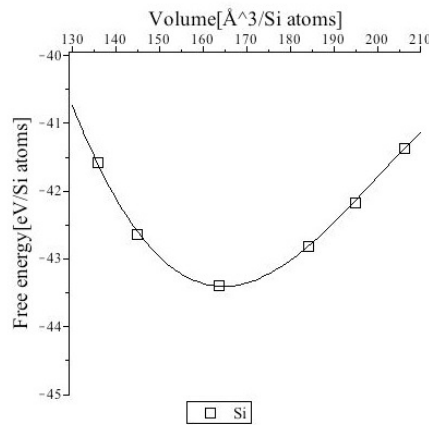

図 1: Si の E-V 曲線.
**E-V 曲線** E-V 曲線は系のエネルギーの体積依存性を示す。この E-V 曲線を利用して、最安定の体積を求めることや、正しく緩和できているかの確認などができる。この他にも結晶の堅さなどを考える際にも利用される。図 1 は実際にダイヤモンド構造の Si の体積を変化させ作成した E-V 曲線である。E-V 曲線の詳しい作成方法は 1.2 節で述べる。